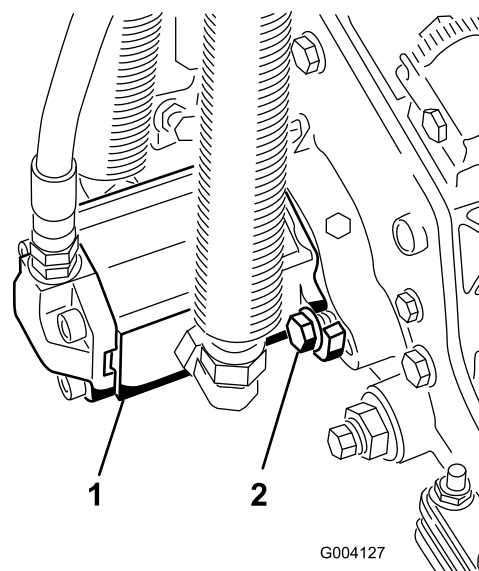

図 16
11. モータを手を持ち、右回りにひねってモータのフランジをキャップスクリュから逃がしながら、キャップスクリュにモータをセットする 図 16。